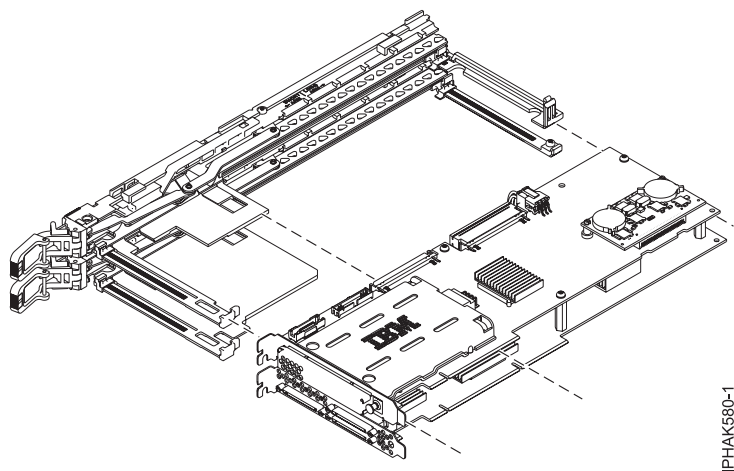

Figura 76. Extracció de l'adaptador d'amplada doble del conjunt del casset
12. Traieu l'adaptador d'amplada doble del conjunt del casset i col·loqueu-lo amb compte sobre una superfície protectora ESD. Consulteu Figura 76.